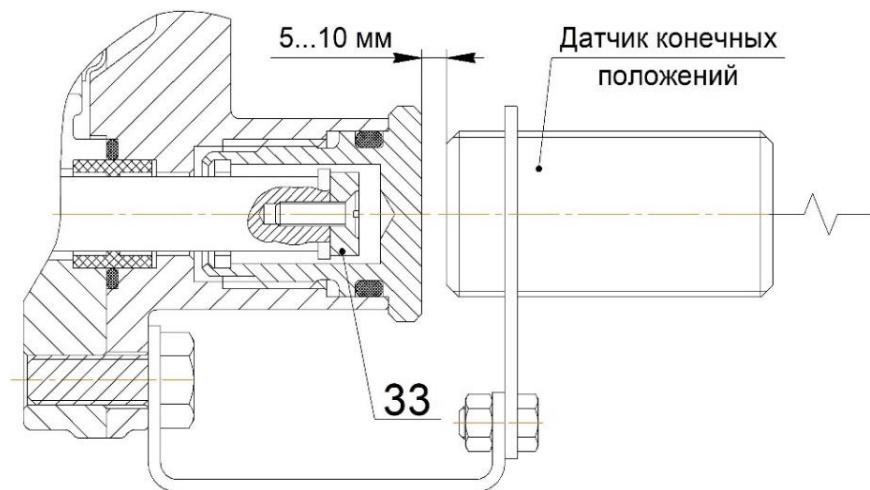

Рисунок 4.
6. Для регуляторов с разделенным импульсом РДСК-РИ необходима установка 2х импульсных трубопроводов: первый для подключения импульсного трубопровода к исполнительному механизму, второй к механизму ПЗК (Рисунок 4а).
Конструкция регулятора предусматривает возможность его встраивания в системы автоматизированного сбора данных (системы телеметрии) и съём показаний параметра «Контроль срабатывания ПЗК». Для подключения датчика конечных положений и контроля положения подвижных элементов предохранительного запорного клапана ПЗК, на штоке ПЗК закреплен магнит 33 (рисунок 4).